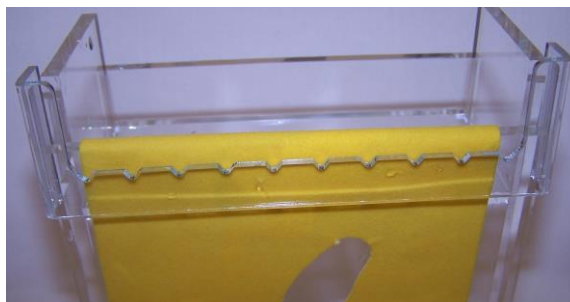

Fig. 1
- Logo, colocar a máscara por cima da folha de papel veludo sobre a bacia (ver fig. 1).